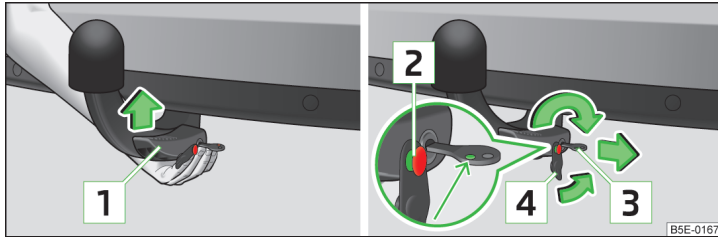

Abb. 157 Kugelstange einsetzen / Schloss verriegeln und Schlosskappe aufsetzen
- › Die Kugelstange **von unten** » Abb. 157 fassen und in den Aufnahmebohrer bis zum hörbaren Einrasten einsetzen » **!**.